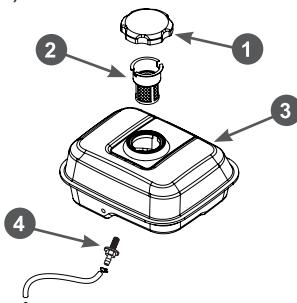

Рис. 29. Топливные фильтры
В топливном баке установлены два сечатых топливных фильтра. Один фильтр устанавливается в заливной горловине топливного бака. Второй фильтр конструктивно объединен со штуцером топливного бака и установлен внутри бака (Рис. 29).
Топливный фильтр 2, установленный в горловине бака, проверяйте при каждой заправке бака топливом (Рис. 29). При необходимости вынимайте сечатый
Каждые 300 часов работы или один раз в год в зависимости от того, что наступит раньше, необходимо производить очистку топливного бака от грязи и конденсата. Перед этим рекомендуется полностью выработать топливо. Одновременно с очисткой топливного бака необходимо проверять и очищать фильтр 4, установленный внутри бака (Рис. 29). Поврежденный или сильно загрязненный фильтр необходимо заменить.
- Выкрутите из топливного бака выходной штуцер 4 и произведите его очистку (Рис. 29). Внимательно осмотрите сечатый фильтр. При обнаружении механических повреждений замените штуцер топливного бака.